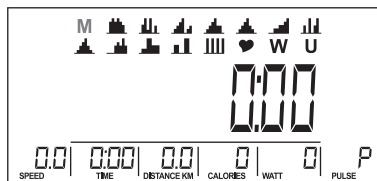

Rys. 2
2. Następnie wyświetli się wstępnie ustawiona średnica koła w oknie SPEED oraz „E” lub „A” w oknie TIME przez 1 sekundę (Rys. 2).